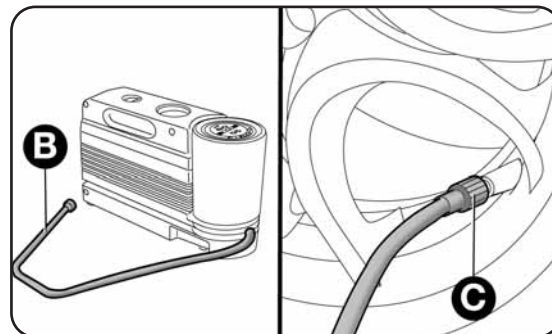

fig. 16
- dévisser le bouchon de la valve du pneu, extraire le tube flexible de colmatage B-fig. 16 et visser la bague C sur la valve du pneu;